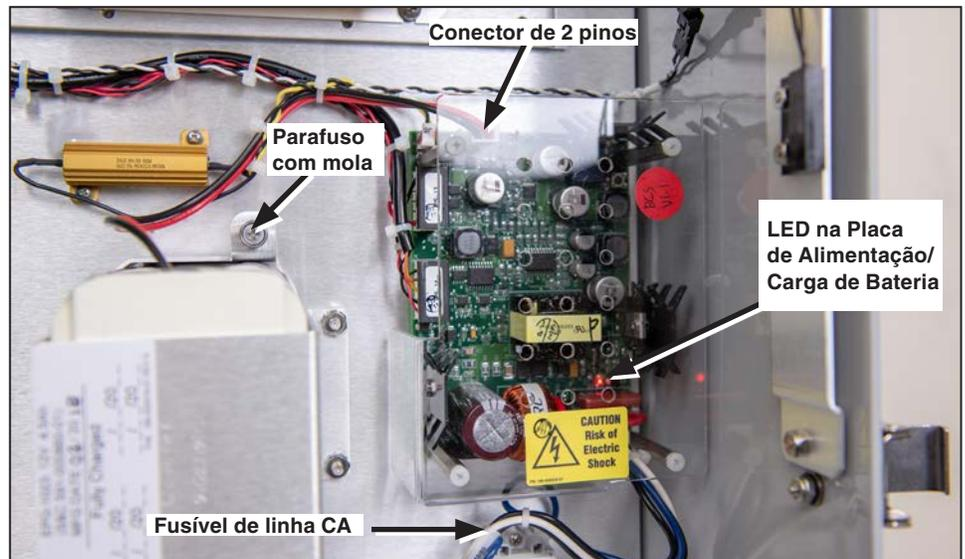

Figura 5. Remova o fusível de linha CA e instale a bateria.
- PASSO 1.** Desconecte o cabo de alimentação CA na parte inferior da caixa do gateway (Ver Figura 2 na página 9) e em seguida remova o fusível de CA localizado no canto direito inferior da caixa do gateway. Ver Figura 5 na página 13.
- (a) Na placa de Alimentação/Carga de Bateria, desconecte o conector branco de 2 pinos contendo os fios vermelho e preto que vão à bateria. Ver Figura 5 na página 13.